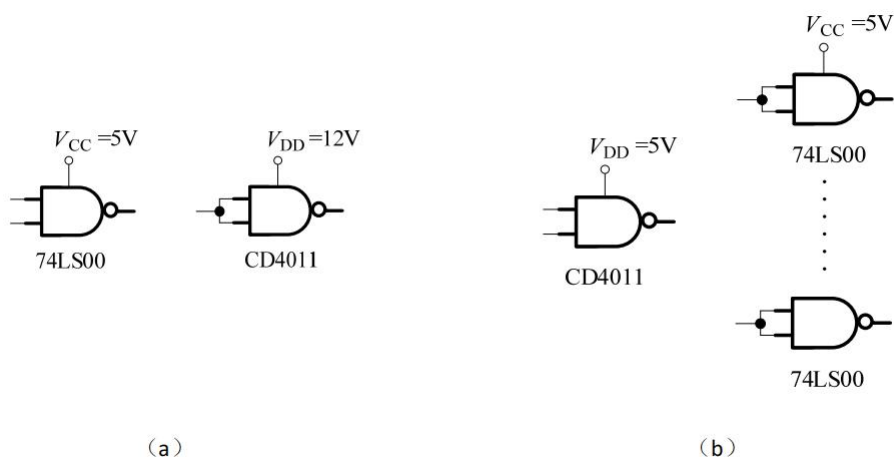

图 6
4. 在如图 6 所示的两个电路中，不同工艺的数字集成电路在互相对接时应满足什么条件？